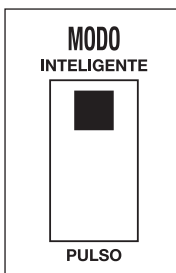

Figura 1:
El SmartPlus tiene un selector de “selección de modo” que permite dos modos de operación. Se puede seleccionar el modo “Pulso” o el modo “Inteligente” con el selector ubicado en la tarjeta de control electrónico montada en la base del capacitor (consulte la Figura 1). Una luz LED amarilla indica el modo que está seleccionado. Toda la operación es automática; no se requiere ajustar manualmente ni el temporizador ni la temperatura.
7. El SmartPlus se envía de la fábrica en modo "Inteligente". Para cambiar la bomba a modo "Pulso", retire los dos tornillos de la tapa del capacitor y quítela. Cambie la posición del selector en la tarjeta de circuito a "Pulso" (vea la Figura 1). Reinstale la tapa del capacitor y fíjela con los dos tornillos.